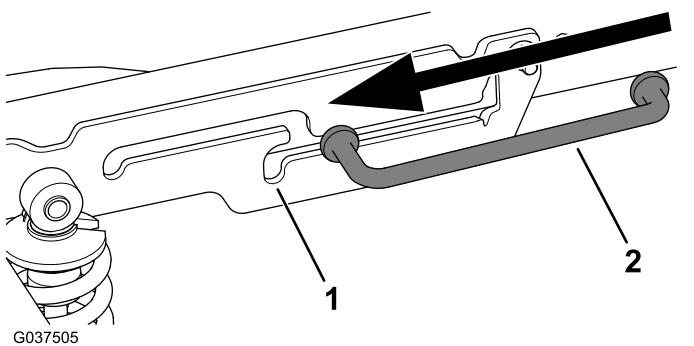

Bild 7
6. Schieben Sie das kurze Ende der Stützstange in die Auskerbung (**Bild 7**).